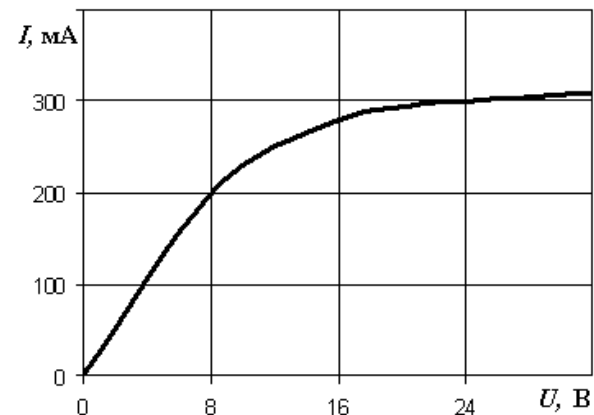

Рис. 1.14
1.4.2. Бареттер с ВАХ, показанной на рис. 1.14, и линейный резистор  $R = 80$  Ом соединены параллельно и включены на постоянное напряжение. Ток на входе цепи  $I = 0,4$  А. Определить напряжение  $U$  на входе цепи и токи в параллельных ветвях цепи.